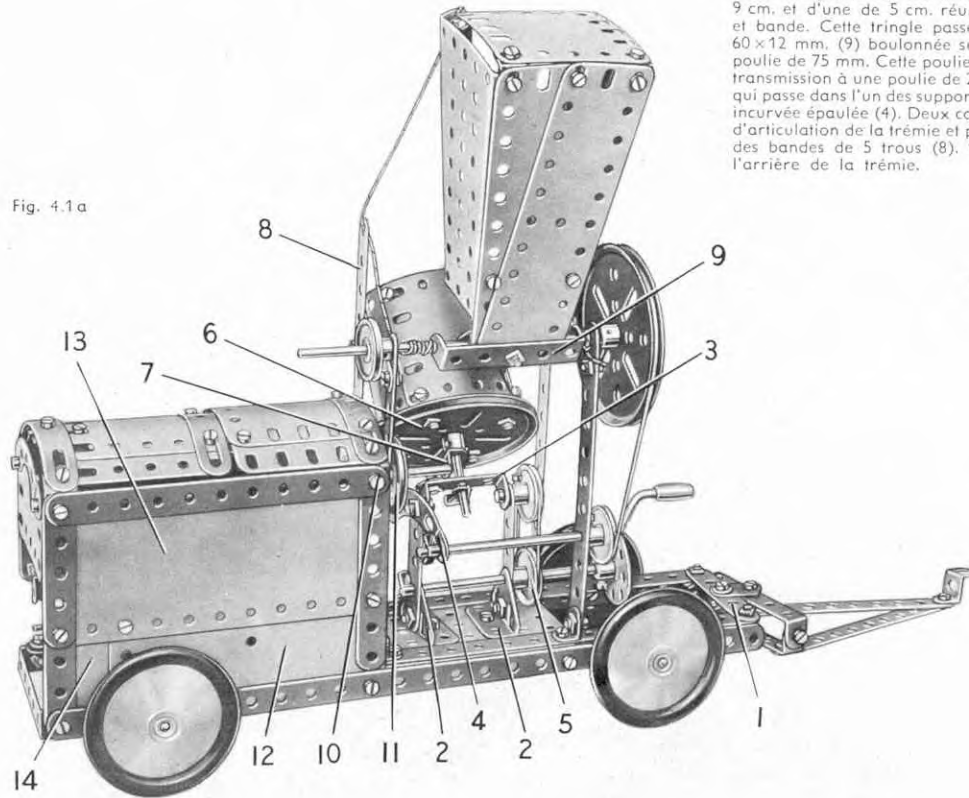

Fig. 4.1a
Les supports de la trémie de chargement sont quatre bandes de 11 trous fixées sur des équerres boulonnées au châssis et reliées à leur sommet par des bandes incurvées épaulées. Deux des bandes de 11 trous sont prolongées par des bandes de 5 trous (8). Les côtés de la trémie sont des plaques-secteur à rebords qui sont boulonnées sur des plaques flexibles de 14 x 4 cm. disposées comme le montre la figure 4-1a. L'arrière de la trémie est une plaque flexible de 6 x 6 cm. fixée par des équerres.